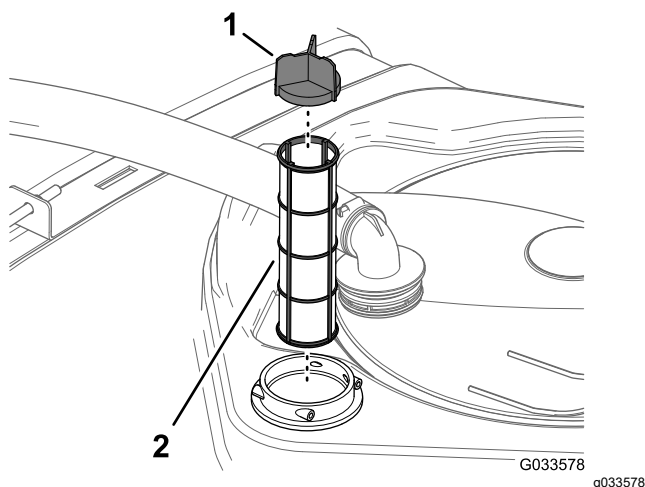

Figure 56
4. Sortez le filtre d'aspiration existant de son logement dans le réservoir (Figure 56).